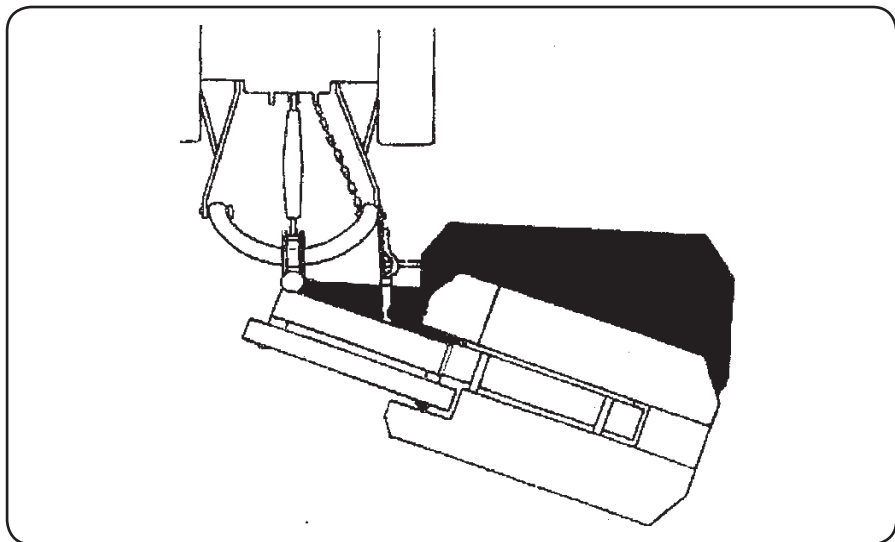

Рис.5. Отклон косилки назад после того, как сработал предохранитель
Предохранитель являет собой плечо, связывающее (в рабочем положении косилки) шарнирный брус с рамой навески. Это плечо складывается с двух передвижных относительно себя полос (1) и (2). Замок (3) одного из них и защёлка откидной пластинки (4), связанной с другой полосой прижимаются посредством пружины с регулирующим удлинением, что даёт возможность настройки момента срабатывания предохранителя, при котором (в момент столкновения косилки с препятствием) наступает выдвигание одного из плечей и отклон рабочих механизмов косилки назад на угол 20° (Рис.5). Благодаря этому оператор имеет возможность остановить трактор и избежать повреждений косилки.